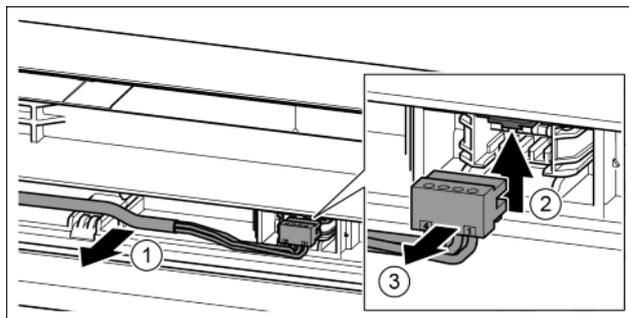

Fig. 22
- ▶ Facendo attenzione staccare il cavo grigio dalla guida nella porta. Fig. 22 (1)
- ▶ Spingere la linguetta verso l'alto. Fig. 22 (2)
- ▶ Estrarre con attenzione la spina. Fig. 22 (3)